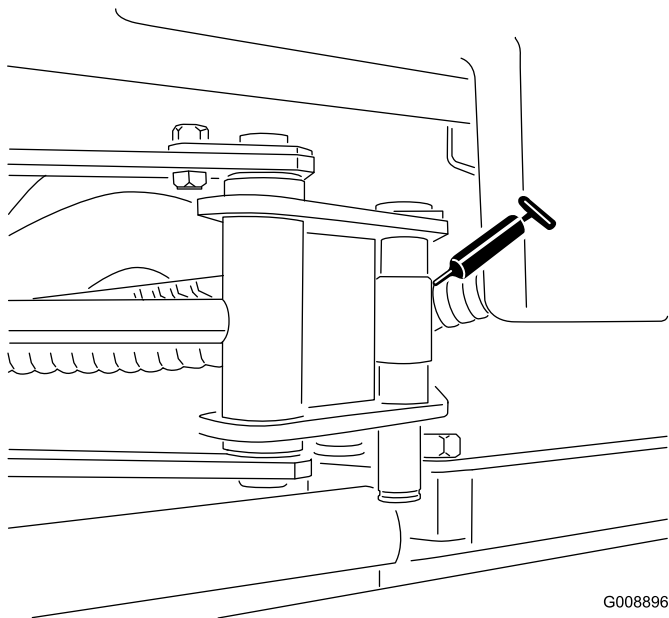

Рисунок 33
- Торцы цилиндров SideWinder (2) (Рисунок 33)